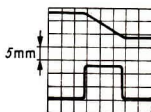

Bild 48
- 8.31 Mit Hilfe eines Zweistrahloszillografen werden die im Bild 48 dargestellten Diagramme aufgezeichnet. Die obere Kurve gibt den Strom- und die untere den Spannungsverlauf an einer Spule wieder. Die Maßstäbe des quadratischen Gitternetzes sind bekannt: